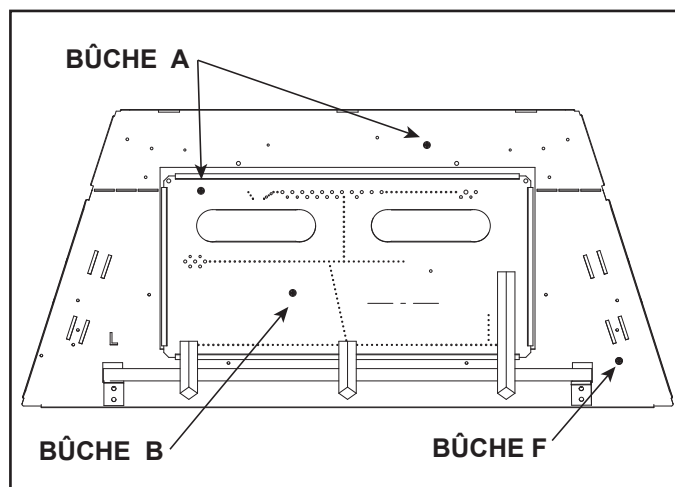
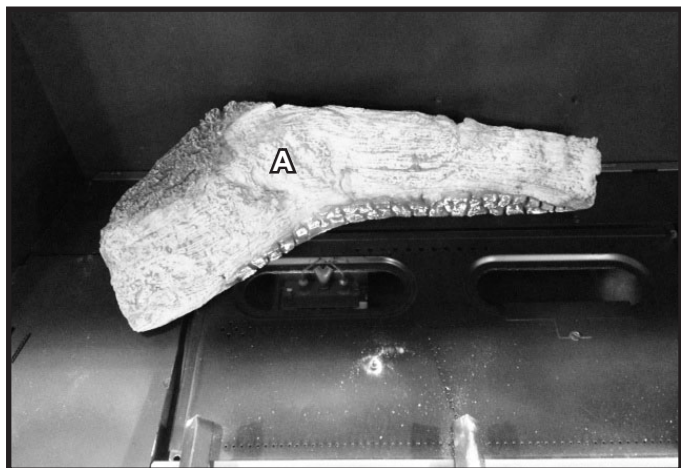
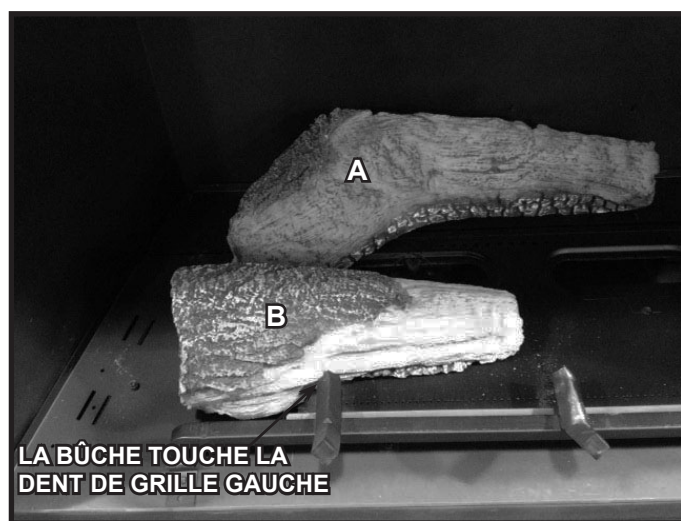

Figure 4. LOGSDBDV36 Emplacements des tiges de la bûche
Figure 5. Bûche A installée
Figure 6. Bûche B installée
1. **(BÛCHE A) :** Localisez les deux trous de tiges au bas de la bûche A. Maintenez la bûche afin que la face plane soit orientée vers l'arrière de l'appareil et que les trous de tiges soient orientés vers le plateau de base. Placez la bûche A par-dessus les deux tiges identifiées pour la bûche A à la figure 4. Se référer à la figure 5.
2. **(BÛCHE B) :** Localisez le trou de tige au bas de la bûche B. Placez le trou de la tige sur la bûche B par-dessus la tige identifiée pour la bûche B de la figure 4. Maintenez la bûche par-dessus la tige et faites pivoter vers la gauche de la bûche jusqu'à ce qu'elle touche à la dent de la grille de l'âtre. Voir la figure 6.